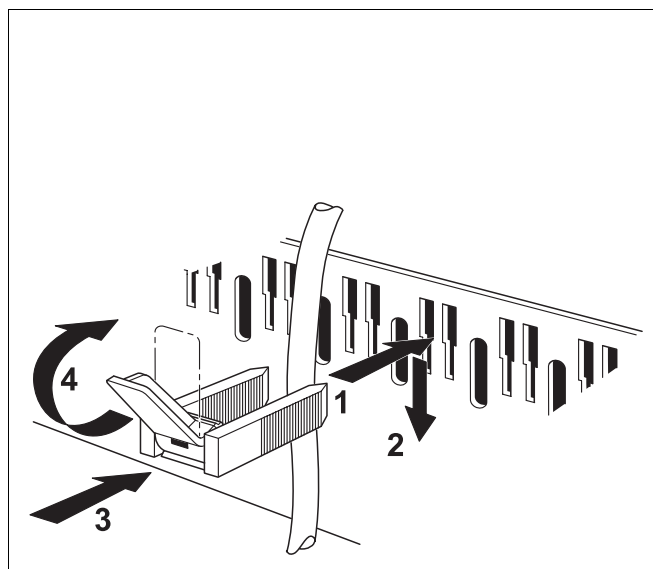

Рис. 7 Кабельный ввод и фиксатор провода
- Вставить фиксатор со вложенным в него проводом так, как показано на рис. 7, сверху в вырезы рамки (рис. 7, шаг 1).
- Сдвинуть фиксатор провода вниз (рис. 7, шаг 2).
- Нажать на хомут (рис. 7, шаг 3).
- Повернуть рычажок вверх (рис. 7, шаг 4).